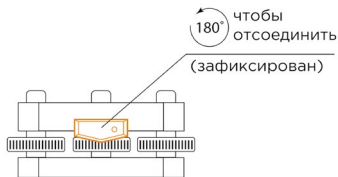

рис. 6-1
2. Закройте замок трегера. В закрытом положении выступающая часть замка трегера направлена вниз (рис. 6-1).